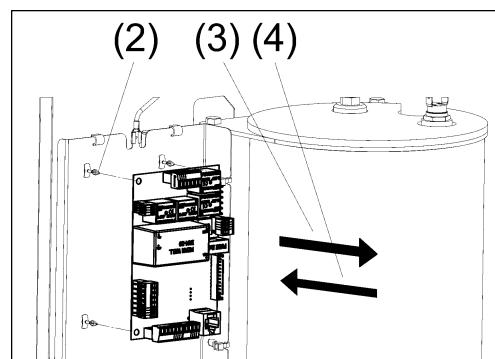

Рисунок 12. Замены платы контроллера
- (1) Отсоедините штекер от датчика.
- (2) Выверните датчик (см. рис. 12) из теплообменника.
- (3) Вверните новый датчик в теплообменник, при уплотнении резьбы используйте специальный
- (1) Отсоедините все провода и разъёмы от платы контроллера (см. рис. 12).
- (2) Демонтируйте плату контроллера (аккуратно нажмите на пластиковые держатели крепления платы и потяните плату на себя).
- (3) Извлеките плату контроллера.
- (4) Установите новую плату контроллера взамен прежней на пластиковые держатели.
- (5) Подсоедините все необходимые провода и разъёмы к новой плате контроллера.
- (6) Проверьте работоспособность новой платы – протестируйте прибор при разных режимах работы.